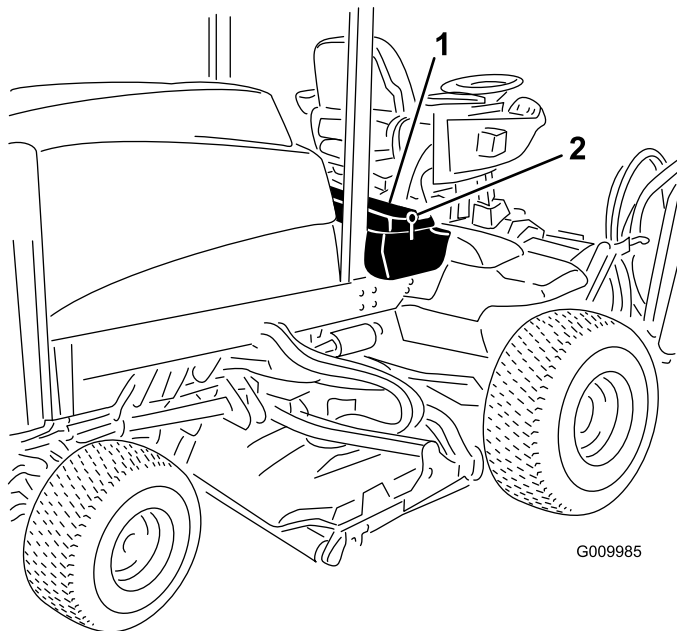
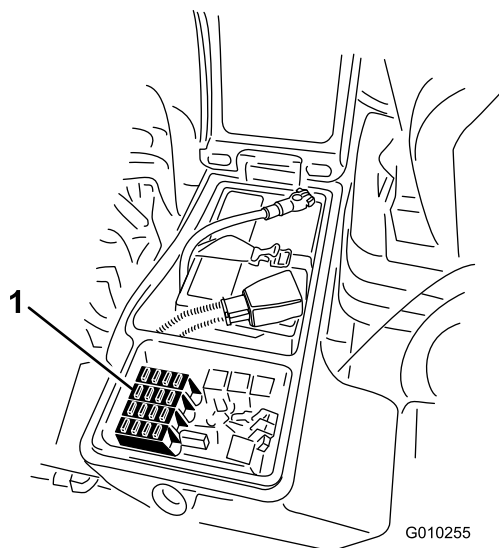

図 69
図 70
1. 右側の物入れのカバーのラッチを外してベルトカバーを外し 図 69、ヒューズブロックを露出させる 図 70。
2. 必要に応じてヒューズを交換する 図 70。
3. 右側の物入れのカバーを閉じてラッチで固定する図 69。